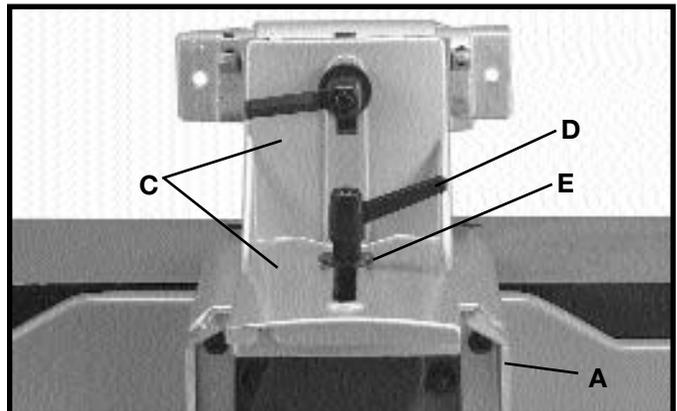
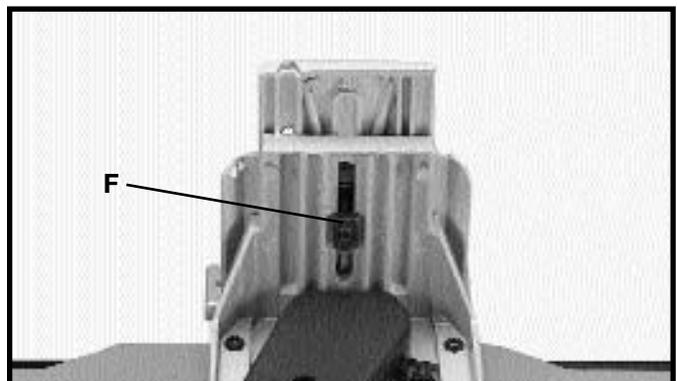

Fig. 7
Fig. 8
2. Ensamble el soporte deslizante de la guía (C) Fig. 7, al soporte de montaje (A) utilizando la agarradera de cierre (D), la arandela plana (E) y la tuerca especial (F) Fig. 8.